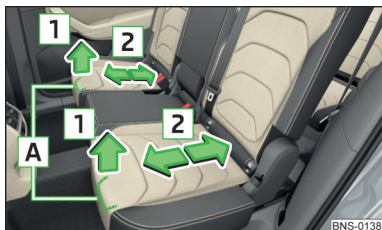

Fig. 90
- Tirer la manette **A** dans le sens de la flèche **1** et pousser le siège dans le sens de la flèche **2** jusqu'à obtenir la position souhaitée » fig. 90. Une fois le levier de commande relâché, le verrouillage doit s'enclencher de façon audible.